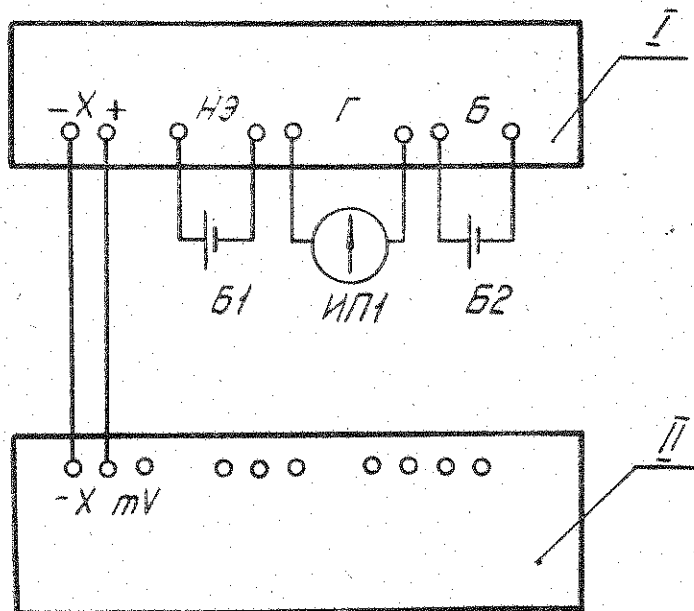

Рис. 13.
8. 3.-2. 5. Погрешность показаний потенциометра проверяйте по схеме (рис. 13) путем сравнения показаний поверяемого прибора с показаниями образцового потенциометра, для чего: